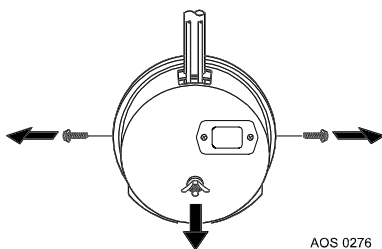
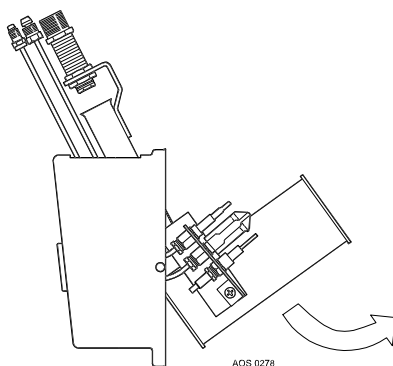

Figure 10- Démontage du portillon protecteur de la chambre de combustion
Figure 11- Démontage du brûleur
7. Le portillon de protection de la chambre de combustion peut maintenant être démonté (cf.fig.10).Enlevez toute la chambre de combustion avec le portillon de protection en même temps.8. On peut maintenant, en dévissant l'écrou au dos, basculer le brûleur pour le libérer du portillon de protection (cf.fig.11) On peut même enlever complètement le brûleur en démontant la veilleuse de son support, en cas de besoin.